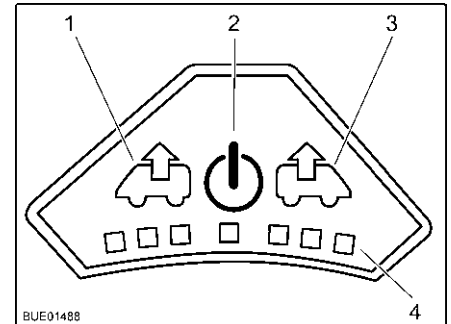

Bild 117 Fläkreglage
**Slå på:** ■ Tryck på på/av-knappen (Bild 117,2). Fläkten går i komfortläge (vädring med lägsta fläktvarvtal).
**Vädra:** ■ För att höja fläktvarvtalet: Tryck på vädringsknappen (Bild 117,1). Fläktvarvtalet i vädringsriktningen ökar en nivå. Lampor (Bild 117,4) visar de olika nivåerna.
■ För att minska fläktvarvtalet: Tryck på ventilationsknappen (Bild 117,3). Fläktvarvtalet minskar en nivå.
- För att höja fläktvarvtalet: Tryck på ventilationsknappen (Bild 117,3). Fläktvarvtalet i ventilationsriktningen ökar en nivå. Lampor (Bild 117,4) visar de olika nivåerna.
- För att minska fläktvarvtalet: Tryck på vädringsknappen (Bild 117,1). Fläktvarvtalet minskar en nivå.
- Tryck på på/av-knappen (Bild 117,2). Fläkten stannar och lamporna släcks.